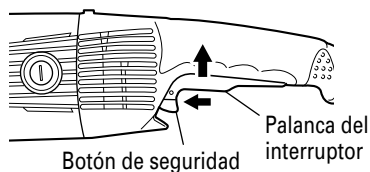

Fig. 3
2. Conecte la alimentación de la amoladora (Fig. 3)